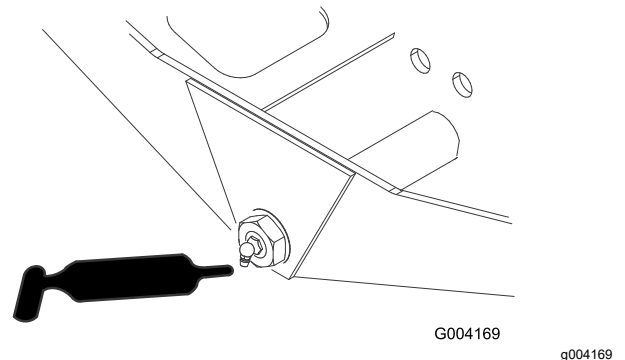

Figure 43
- Pivot de direction d'essieu (1) – Figure 43